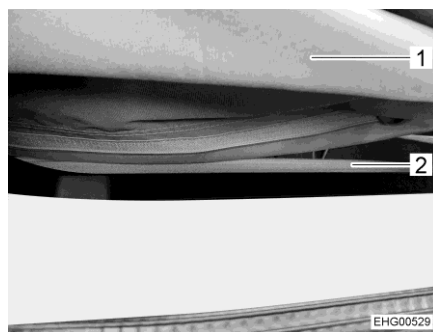

Fig. 49 Cerniera
- Aprire completamente la cerniera (Fig. 49,2) sul lato inferiore del soffietto (Fig. 49,1).